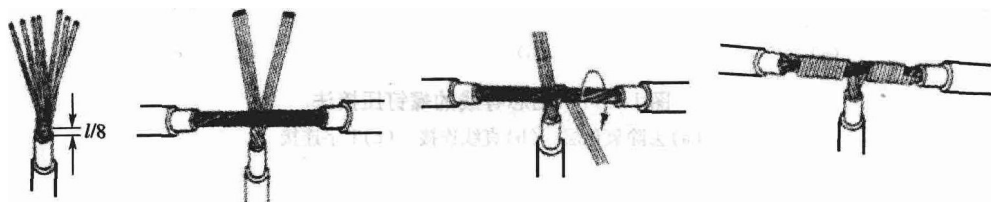

图 1-1-15 7 股芯线的 T 字分支连接
④7 股芯线的 T 字分支连接方法:先将分支芯线线头的 $1/8$ 处根部绞紧;再把其余部分的 7 股芯线分成两组;接着用螺丝刀将干线芯线撬分成两组,把支线中的 4 股芯线组插入干线的两组芯线间;然后将 3 股芯线组往干线一边按顺时针紧缠 3~4 圈并钳平切口;最后将 4 股芯线组按逆时针紧缠 4~5 圈并剪去两端的多余部分,如图 1-1-15 所示。